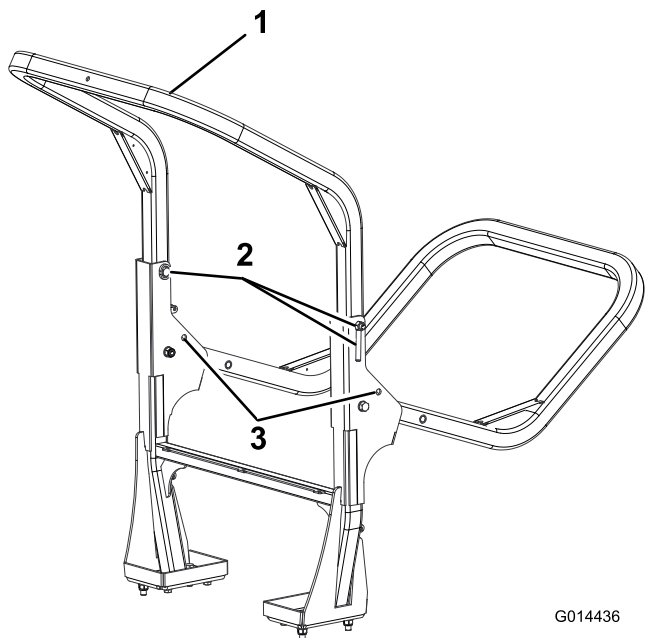

図 30
2. 上部フレームを支えておいて、ハンドナットをゆるめ、ワッシャおよびリテーナボルトと共にピボットブラケットから取り外す（図 30）。